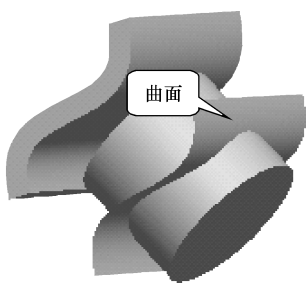
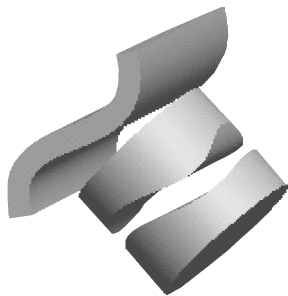

图 8-90 完成加厚及选取曲面
图 8-91 去除材料加厚
(7) 使用各种鼠标操作预览模型，单击控制区的【应用】按钮，或者在图形区单击鼠标中键，完成曲面加厚，如图 8-90 所示。
(8) 在图形区选取和圆柱相交的曲面，如图 8-90 所示。
(9) 单击【编辑特征】工具栏中的【加厚】按钮.
(10) 在对话框中单击【去除材料】按钮, 在【厚度】组合框中将厚度值修改为【15】。
(11) 使用各种鼠标操作预览模型, 单击控制区的【应用】按钮, 或者在图形区单击鼠标中键, 完成去除材料加厚, 如图 8-91 所示。